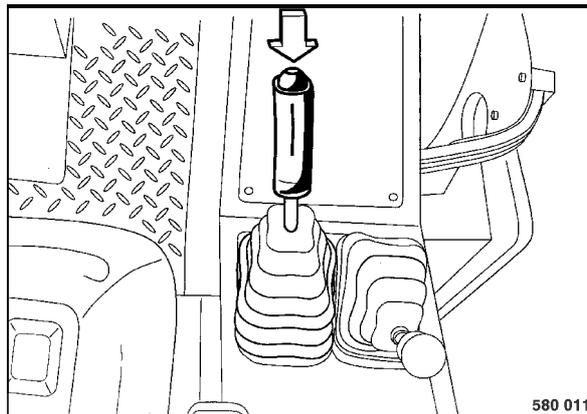

fig. 63
- Appuyer sur le bouton-poussoir (fig. 63) du levier de commande de marche avec la machine en déplacement. Le bandage vibre.